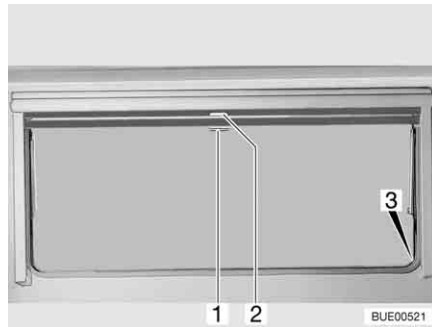

Bild 67 Ausstellfenster
- Verdunklungsrollo am Griff (Bild 67,2) nach unten ziehen. Wenn das Verdunklungsrollo ganz geschlossen wird, das Verdunklungsrollo auf beiden Seiten am Fensterrahmen in die Arretierung (Bild 67,3) einhängen.
- Wenn das Verdunklungsrollo vollständig geschlossen ist: Den Griff (Bild 67,2) nach unten drücken und den Griff dabei leicht nach innen ziehen. Das Verdunklungsrollo aus den Arretierungen links und rechts am Fensterrahmen aushängen.
- Wenn sich das Verdunklungsrollo in Zwischenposition befindet: Den Griff (Bild 67,2) leicht nach unten ziehen, bis sich die Arretierung gelöst hat.
- Insektenschutzrollo am Griff (Bild 67,1) nach unten ziehen und auf beiden Seiten am Fensterrahmen in die Arretierung (Bild 67,3) einhängen.
- Griff (Bild 67,1) nach unten drücken und den Griff dabei leicht nach innen ziehen. Das Insektenschutzrollo aus den Arretierungen links und rechts am Fensterrahmen aushängen.